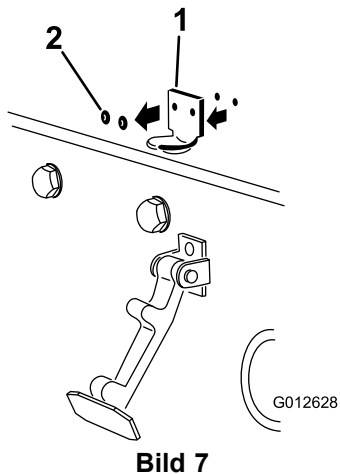

Bild 7
2. Entfernen Sie die zwei (2) Nieten, mit denen die Halterung des Motorhaubenriegels an der Motorhaube befestigt ist (Bild 7). Nehmen Sie die Halterung des Motorhaubenriegels von der Motorhaube ab.